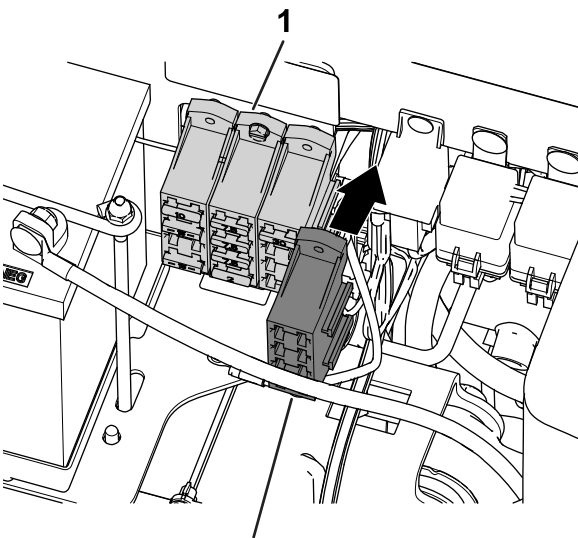

Figura 7
2. Conecte el bloque de fusibles del kit al bloque de fusibles de la máquina (Figura 7).